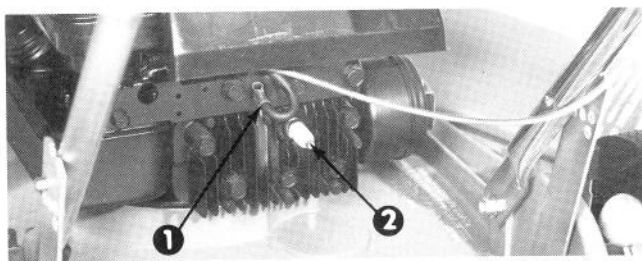

Figure 20
2. Nettoyez la surface autour de la bougie afin qu'aucun corps étranger ne tombe dans le cylindre lors de l'enlèvement de la bougie. Enlevez la bougie de la culasse (Fig. 20).